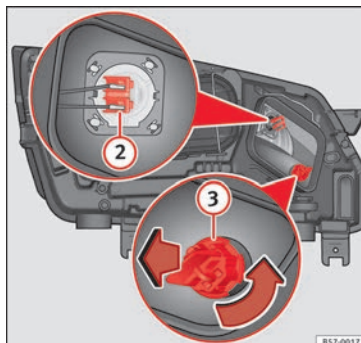

Fig. 105 No compartimento do motor: lâmpada de luz de estrada ② e lâmpada de mudança de direção ③.
3. Pressione a parte lateral do conector » **Fig. 105** ② para a esquerda ou para a direita e puxe.
3. Rode o porta-lâmpadas » **Fig. 105** ③ para a esquerda e puxe.